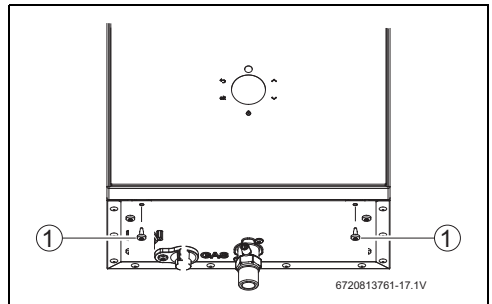

Fig. 28 Retirar a frente
- ▶ Retirar a frente do aparelho (Fig. 28).